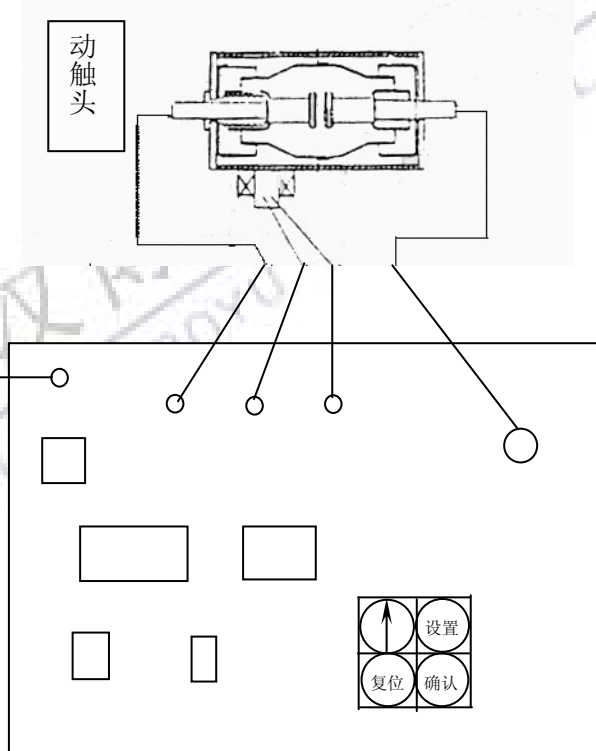

图 4 测试连线图
2、将被测的真空管按图 4 与仪器接线（注：如使用绕线式磁控线圈，将扁平电缆沿真空开关绕三圈，然后对接）。具体的操作为：先将仪器接地端接到大地上，再将磁控线圈通过磁场电流线连接仪器的磁场电压正、负端，将高压输出端用高压电缆连接到真空管的静触头上，将离子电流输入端通过离子电流线（屏蔽线）接至真空管的动触头上。